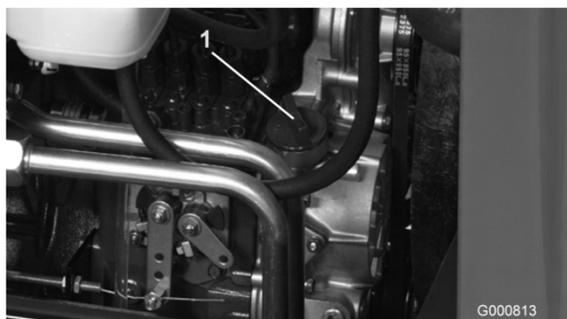

Figura 18
3. Si el nivel de aceite es bajo, retire el tapón de llenado (Figura 18) y añada suficiente aceite para que el nivel llegue a la marca FULL (lleno) de la varilla. No llene demasiado.